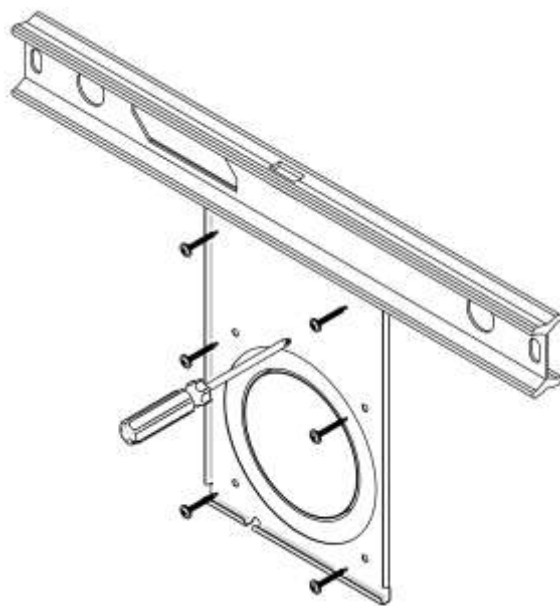

Рис. 16
6. Поместите монтажную пластину на стену, совместите отверстие в пластине с трубой, выровняйте горизонтально с помощью строительного уровня и закрепите крепежом (см. Рис. 16).